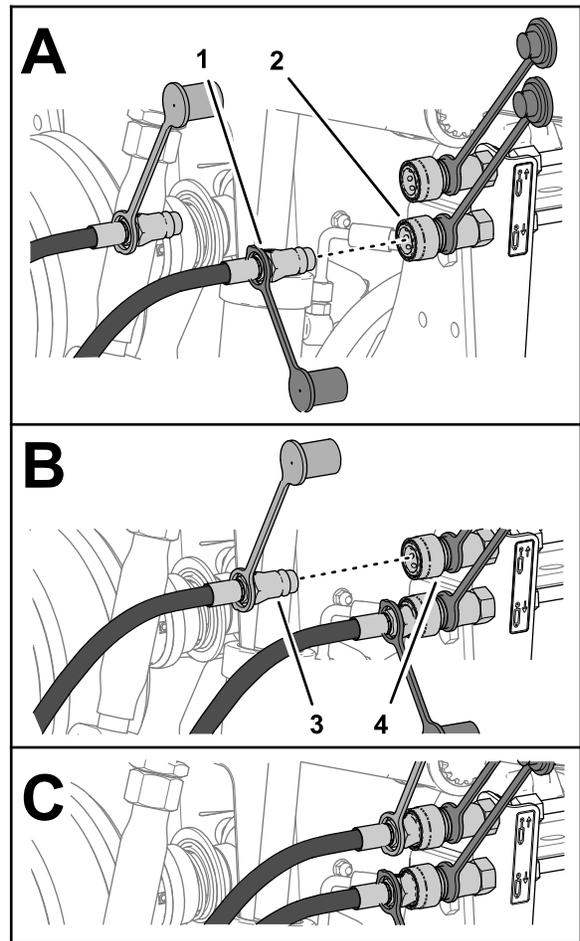

図 33
- シリンダ伸長用ホースのクイックコネクティンクを後部アタッチメント下降用回路のクイックディスコネクカップリングに接続する 図 33。